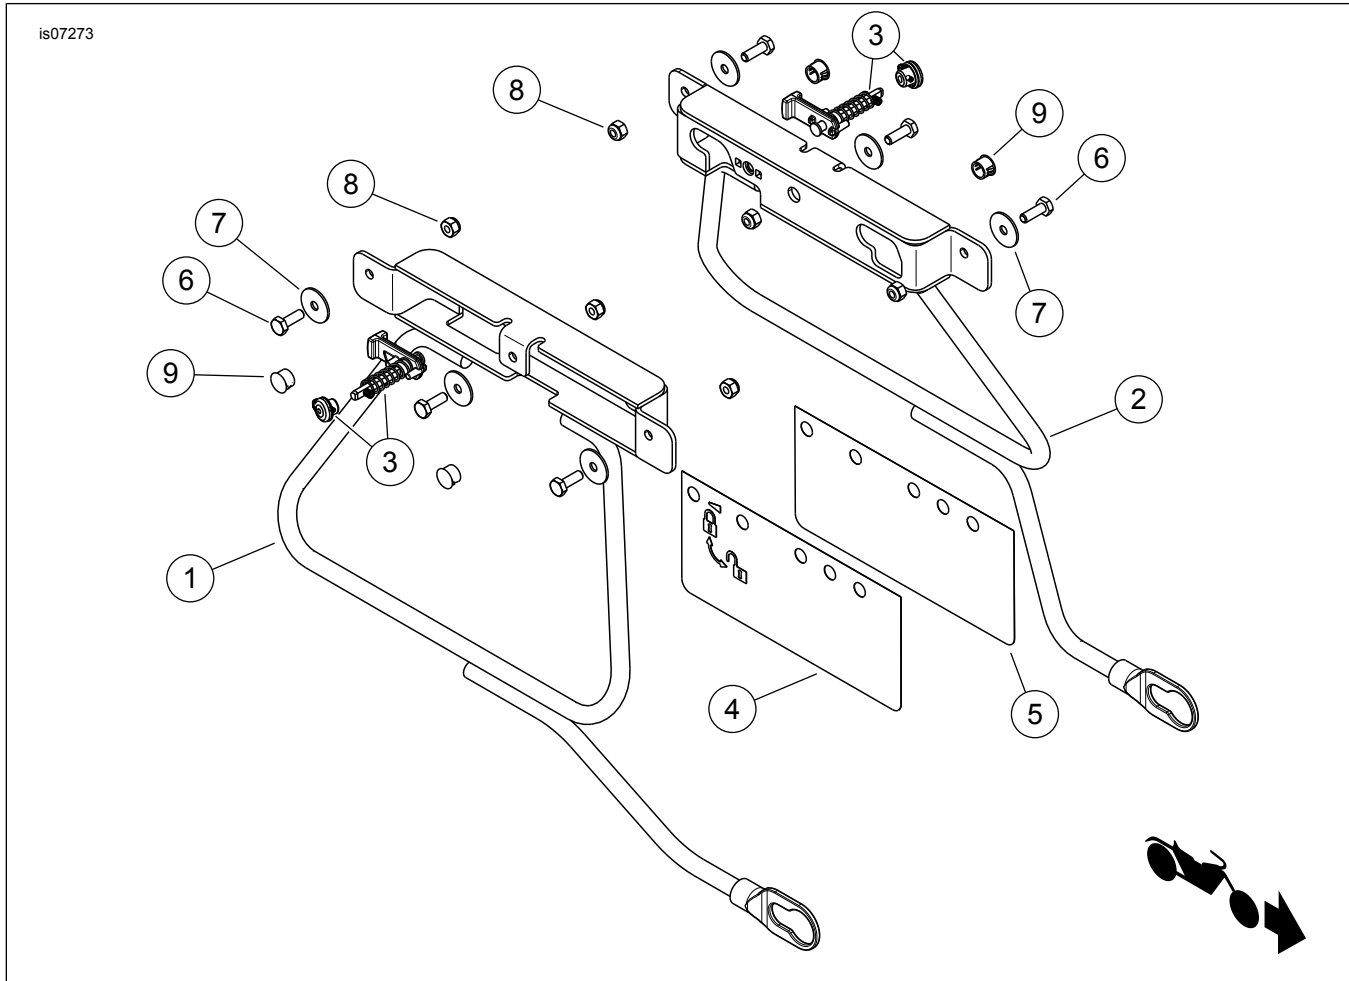

Figura 7. Parti di ricambio: Kit conversione della borsa rimovibile Softail
- j. Vedere Figura 7. Inserire il perno della chiusura (parte del kit di riparazione 3) attraverso la staffa di montaggio. Posizionare la chiusura nella staffa e allineare le borchie di montaggio quadrate ai fori quadrati nella staffa. Installare la molla sopra il perno e la chiusura.
- l. Installare la staffa di montaggio (1 o 2) sulla borsa e fissarla con le viti (6), le rondelle (7) e i dadi (8). Inserire le viti dall'interno della borsa. Serrare ad una coppia di 8,1–10,8 N·m (72–96 in-lbs).
- n. Inserire i tappi di plastica (9) nei fori sulla borsa. Quando si usa un kit con parte superiore piatta, i tappi devono essere inseriti dall'interno della borsa. La staffa della parte superiore piatta imprigiona quindi il tappo tra la borsa e la staffa.